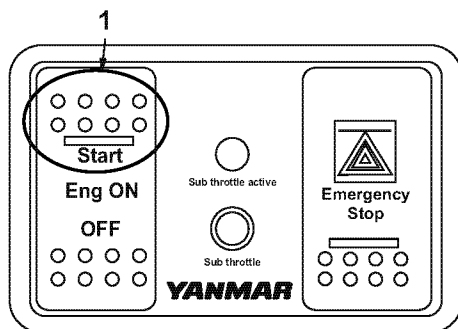

Figure 3
5. Appuyez sur le commutateur Eng ON (1, **Figure 3**) et les changements suivants se produiront :
Pour démarrer le moteur, appuyez sur la position Start (partie supérieure) du commutateur Eng ON (1, **Figure 3**).